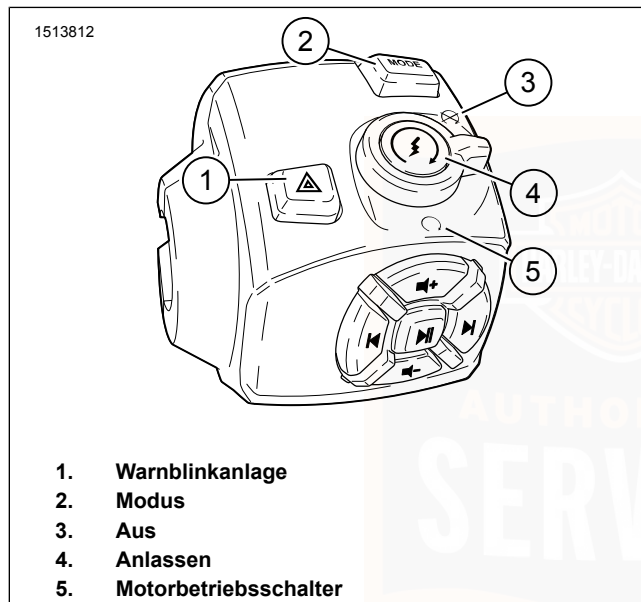

Abbildung 35. RHCM – oben
Siehe Abbildung 35. Der Warnblinkerschalter (1) dient zur dauerhaften Aktivierung des Vierfach-Warnblinkers bei einem liegengebliebenen Motorrad. Mithilfe der Warnlinker kann das Motorrad mit ausgeschalteter Zündung zurückgelassen werden, bis Hilfe geholt wird.
Siehe Abbildung 35. Die Modustaste (2) drücken, um den Fahrmodus zu ändern.
Siehe Abbildung 35. Den Motorbetriebsschalter in Stellung OFF (AUS) (3) drücken, um den Motor abzustellen.
Siehe Abbildung 35. Den Motorbetriebsschalter in Stellung RUN (BETRIEB) (5) drücken, damit der Motor starten und laufen kann. Der Motorbetriebsschalter muss sich in der Stellung RUN (BETRIEB) befinden, damit der Motor angelassen und betrieben werden kann.
Siehe Abbildung 35. Den Motorbetriebsschalter in Stellung RUN (BETRIEB) (5) drücken, damit der Motor starten kann.
1. Den Motorbetriebsschalter in die BETRIEB-Stellung bringen (5). Das Getriebe in den Leerlauf schalten. Die (grüne) Leerlauf-Kontrollleuchte leuchtet auf. Siehe Anlassen des Motors (Seite 117) >.
2. Den Anlasser durch Drücken des Anlasserschalters (4) betätigen.